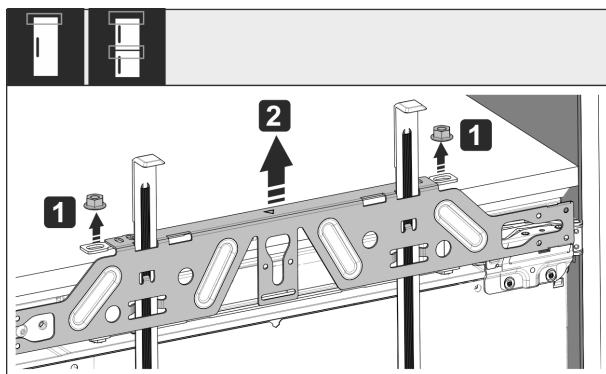

Fig. 54
- ▶ Otpustite protumatice Fig. 54 (1).
- ▶ Skinite Fig. 54 (2) pričvrtnu poprečnu letvicu.